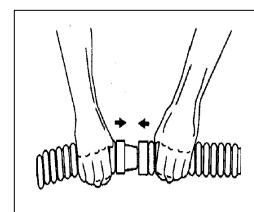

Abb. 4
Der Reiniger enthält elf (11) 81 cm lange Anschlussschläuche und einen (1) 81 cm langen Hauptschlauch mit einem grauen Endstück. Die Schlauchabschnitte des Reinigers miteinander verbinden, indem das Einstekkende eines Schlauchs kräftig in das Aufnahmende eines anderen Schlauchs gedrückt wird (Siehe Abb. 4). Je nach Größe und Form Ihres Schwimmbeckens ist es nicht immer erforderlich, alle Schläuche zu verwenden. Für den einwandfreien Betrieb Ihres Reinigers MUSS DER HAUPTSCHLAUCH IMMER angeschlossen werden. Es ist nicht nötig, die Schläuche bis zum Anschlag einzuführen, aber sie MÜSSEN einen ausreichenden Halt aufweisen, um Luftverluste zu vermeiden. Das Befeuften der Schlauchenden erleichtert Ihre Verbindung.